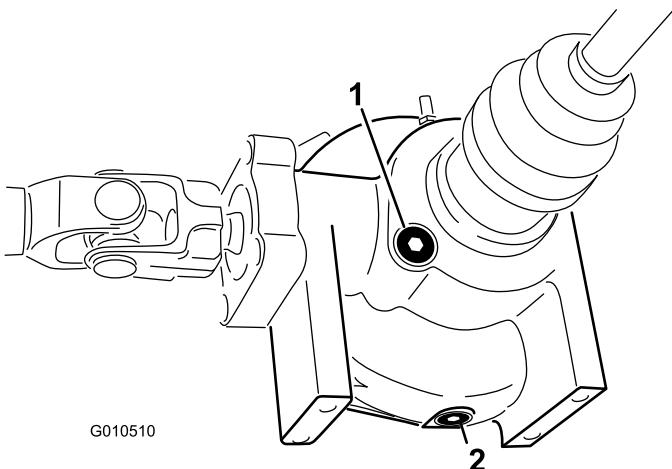

Figura 51
2. Limpe a área em torno do tampão de escoamento na parte lateral do diferencial (Figura 51).